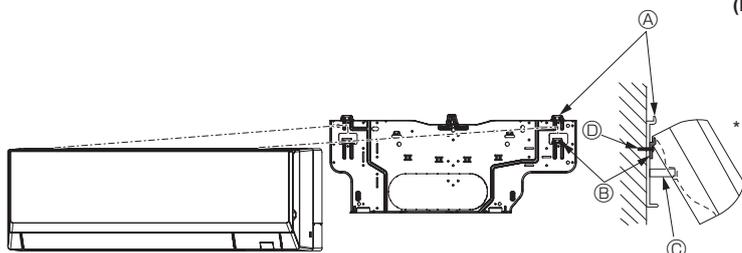

Fig. 3-12
- Hvis indendørsenheden ikke kan hænges eller løftes op på den almindelige krog (dimensionen anført i 2.1. Ⓢ (afstanden mellem loftet og enheden) er 75 mm eller mindre), skal enheden hænges på den nederste krog til rørføring i venstre side. (Fig. 3-12)
(Fig. 3-12)